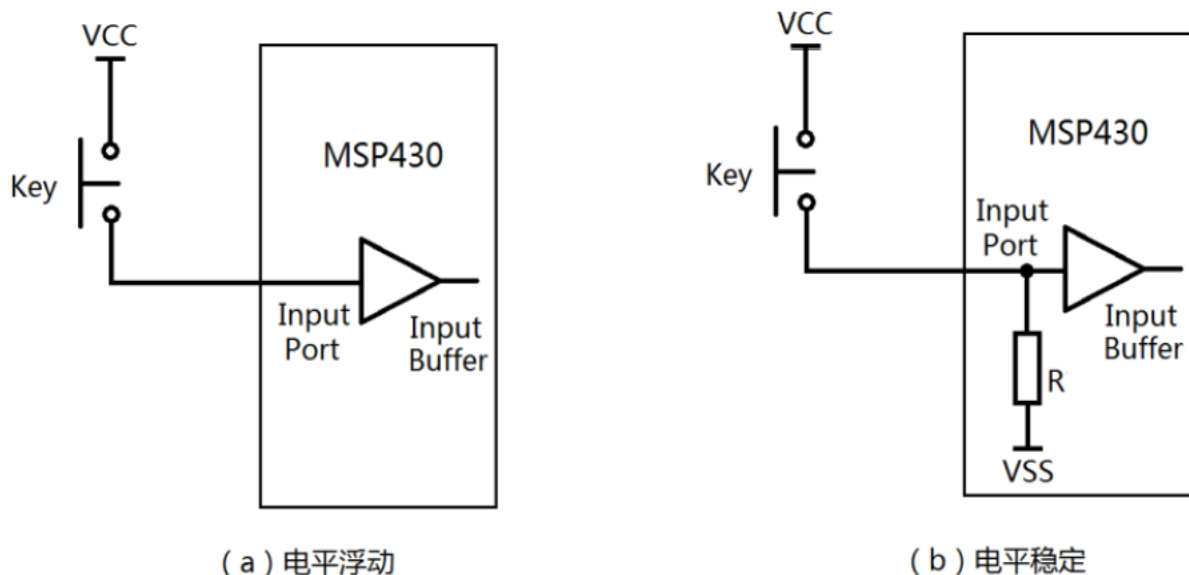

图 5.9 按键中的上下拉电阻
- 2) 如图5.9 (a) 所示，按键电路输入高电平1是可靠的，但是输入低电平0则不可靠，因为按键不按下时输入被悬空，电平浮动。
- 3) 图5.9 (b) 所示电路中，启用了内部电阻R并置于下拉，这样一来，输入低电平就是稳定的。